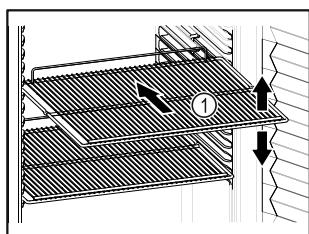

Fig. 58 Illustratīvs attēlojums
- Ja novietošanas režīgi Fig. 58 (1) ir novirzāmi, pielāgojiet tos pēc augstuma.